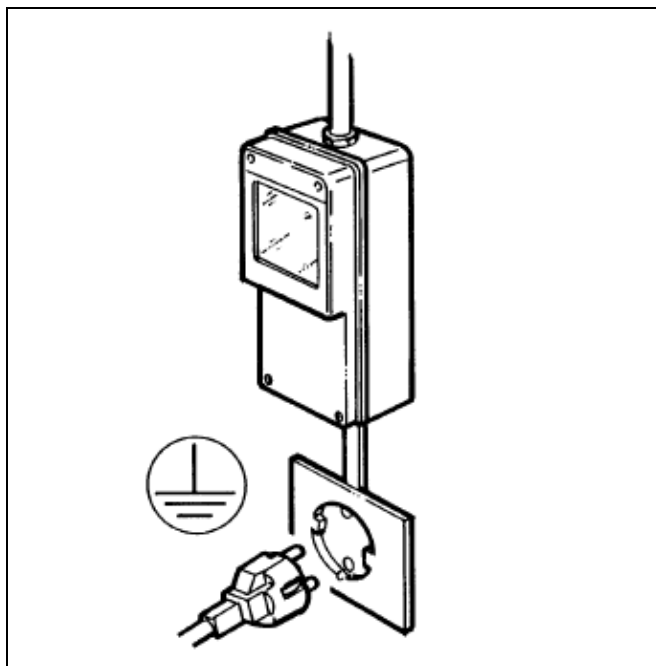

Fig. 20
- Accertarsi che il collegamento sia effettuato ad un impianto dotato di un efficace messa a terra come previsto dalle vigenti normative di sicurezza (fig.20). Il costruttore non può essere quindi considerato responsabile per eventuali danni causati dalla mancata messa a terra dell' impianto.
- E' indispensabile, per una corretta e sicura installazione, predisporre un'apposita presa comandata da un interruttore magnetotermico con distanza d'apertura dei contatti uguale o superiore a 3mm, conforme alle vigenti normative nazionali di sicurezza (fig.20).